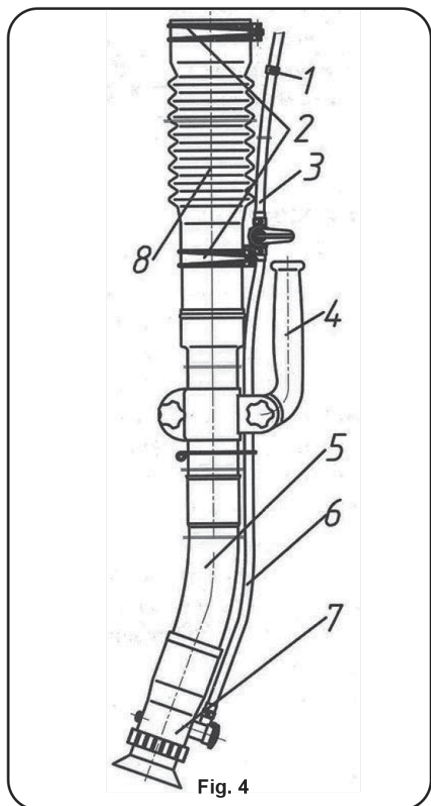

Fig. 4
c. Conectar tubo de pulverizado a la máquina como se muestra en la Fig. 4.